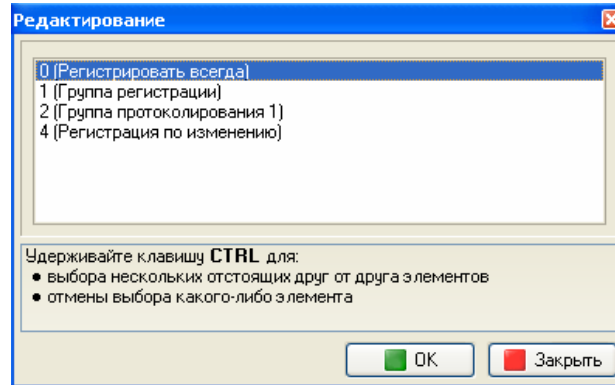

Рисунок 3. Окно "Редактирование"
-В полях столбца "**Группы**" указан номер группы, к которой относится канал. Канал можно отнести к одной или нескольким группам из списка. Список становится доступен по нажатию кнопки . После нажатия кнопки, появляется окно "*Редактирование*" (см. Рисунок 3), содержащее список ранее созданных групп регистрации, протоколирования и регистрации по изменению. Если пользователем не было создано ни одной группы регистрации, протоколирования или регистрации по изменению, то список будет содержать только одну группу "0(Регистрировать всегда)".